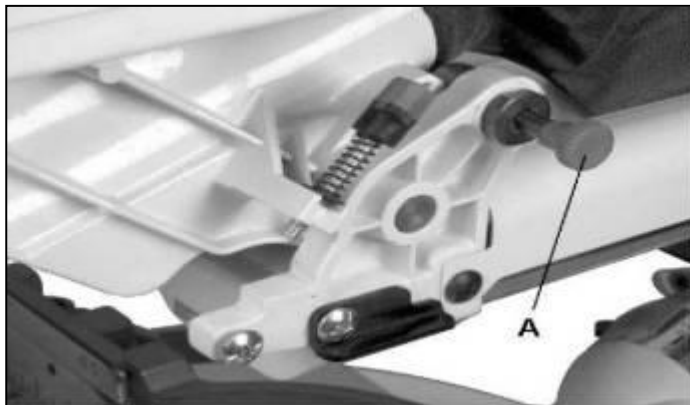

Рис. 2
2. Вытащите *фиксатор* (А, рис. 2).
2. Нажмите на фиксатор (А, рис. 2) зафиксируйте пильную голову.